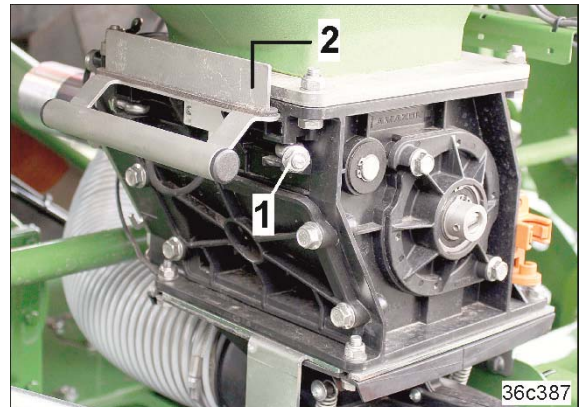

Fig. 228
- 1.3 Drei på skruene (Fig. 228/1).
- 1.4 Skyv skyveren (Fig. 228/2) frem til anslaget inn i doseringsenheten.